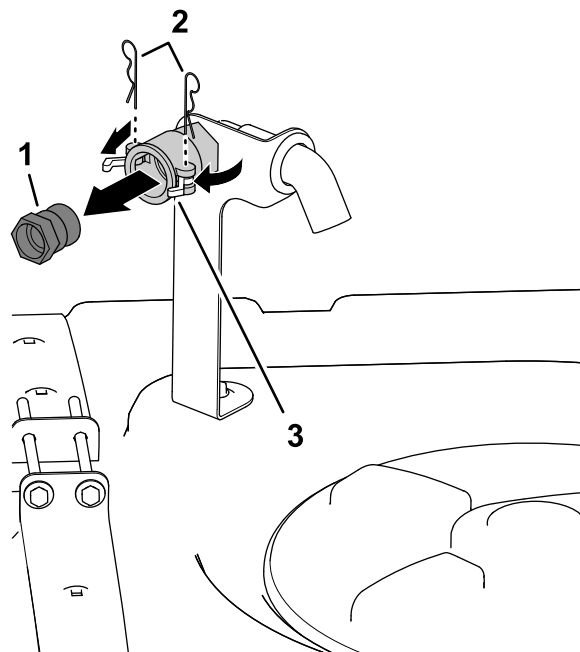

Bild 4
1. Entfernen Sie vorne an der rechten Seite der Behälterabdeckung die zwei Splinte, mit denen die Riegel für die Schnelltrennkupplung für den Rücklauffüllanschluss befestigt sind (**Bild 4**).
2. Drehen Sie die Riegel in die geöffnete Stellung, um das Schnelltrennanchlussstück von der Schnelltrennkupplung zu entsperren (**Bild 4**).
3. Nehmen Sie das Schnelltrennanchlussstück von der Schnelltrennkupplung ab (**Bild 4**).
4. Schließen Sie die Riegel und setzen Sie die Splinte in die Flansche der Schnelltrennkupplung ein (**Bild 4**).